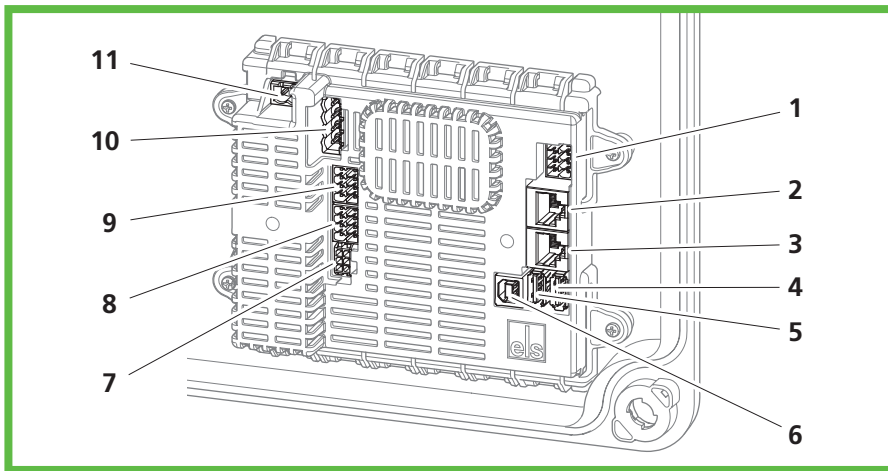

Abb. 6: Latausohjaimen kytkennät
- Liitä LAN-kaapeli kotelon LAN-1-liitäntään (Abb. 6 nro 3).